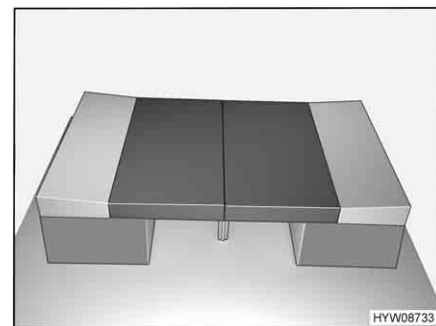

Fig. 90 Después de la transformación
- Colocar los cojines del respaldo entre los cojines del asiento y la pared (véase Fig. 90).